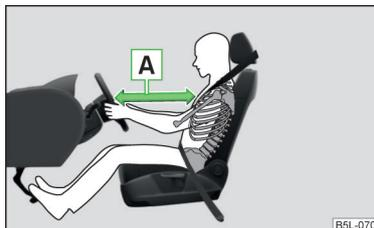

Fig. 8
- Il est important que le conducteur et le passager avant se tiennent à une distance minimum de 25 cm du volant et du tableau de bord » fig. 8 - A. Les airbags ne peuvent pas vous protéger si vous ne respectez pas cette distance - danger mortel ! Les sièges avant doivent de plus toujours être ajustés à la taille des personnes.